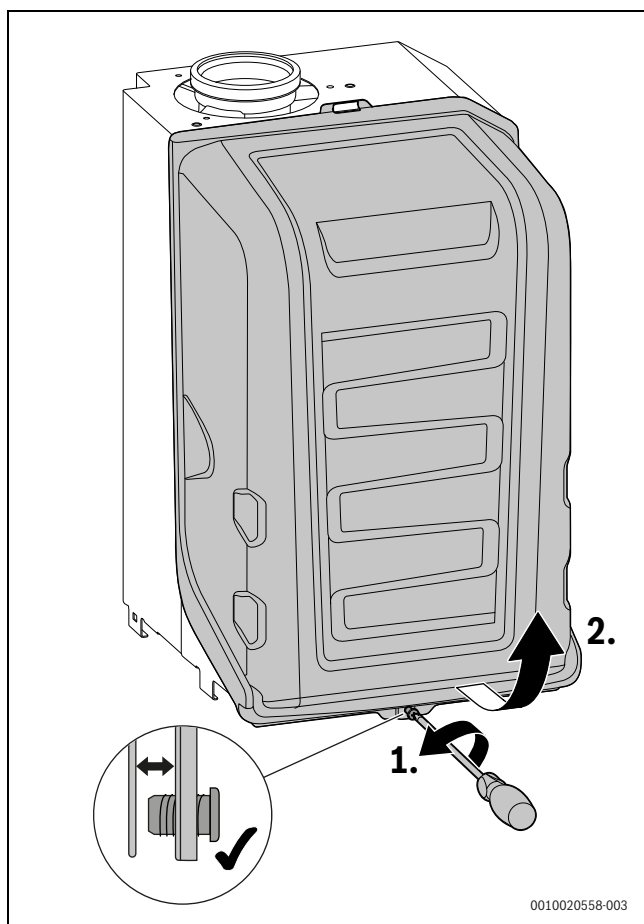

Fig. 124 Rimozione della cuffia del bruciatore
- Rimuovere la cuffia del bruciatore (→ fig. 124, pagina 71).